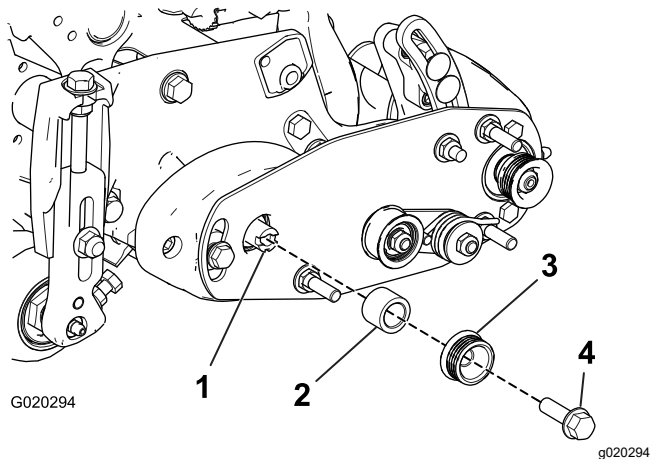

Figura 12
1. Instale um espaçador no veio na caixa de rolamentos (Figura 12).
2. Instale a polia da transmissão no espaçador e no veio de transmissão (Figura 12).
3. Prenda a polia e espaçador ao veio de transmissão com um parafuso de cabeça flangeada ($\frac{3}{8}$ pol. x $1\frac{1}{4}$ pol.); consulte Figura 12. Aperte o parafuso com uma força de 47 a 54 N·m.